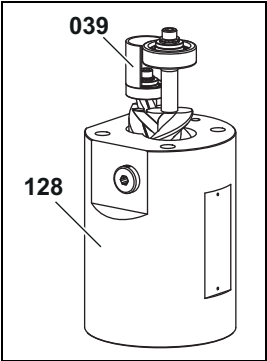

Fig. 3
3. Extraiga el casquillo distanciador **039** junto con el juego de husillos de la carcasa de medición **128**, véase Fig. 3, página 29.